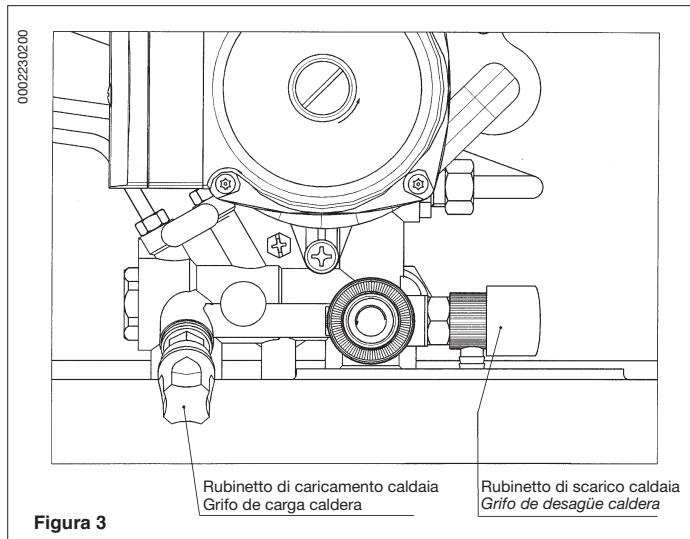

Figura 3
Importante: Verificare periodicamente che la pressione, letta sul manometro (14), ad impianto freddo, sia di 0,5 - 1 bar. In caso di sovrapressione agire sul rubinetto di scarico caldaia. Nel caso sia inferiore agire sul rubinetto di caricamento della caldaia (figura 3).
Importante: Controlar periódicamente que la presión, leída en el manómetro (14), con instalación fría, sea 0,5 - 1 bar. En caso de sobrepresión obrar sobre el grifo de desagüe caldera. Si es inferior, obrar sobre el grifo de carga de la caldera (figura 3).